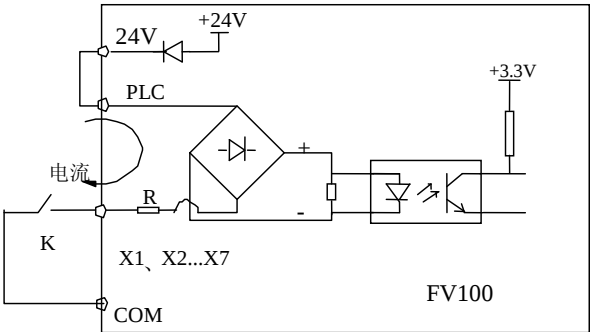

图 4-7 使用内部 24V 电源的接线方式
FV100 多功能输入端子采用了全桥整流电路，如图 4-7 所示。PLC 是 X1~X7 的公共端子，流经 PLC 端子的电流可以是拉电流，也可以是灌电流。X1~X7 与外部接口方式非常灵活，典型的接线方式如下：
1) 使用变频器内部的 24V 电源，接线方式如图 4-7。